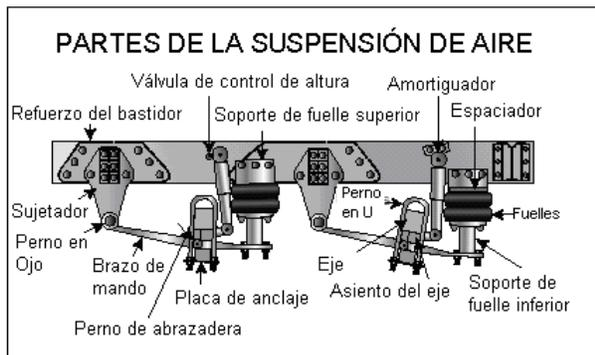

Figura 2.4
- Amortiguadores con fugas. Vea la Figura 2-4.
- Sistemas de suspensión de aire que estén dañados y/o con fugas (Figura 2-4).